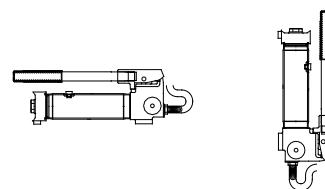

Figure 9 - Positions horizontale et verticale
3. La pompe peut être utilisée en position horizontale ou verticale comme illustré à la figure 9.